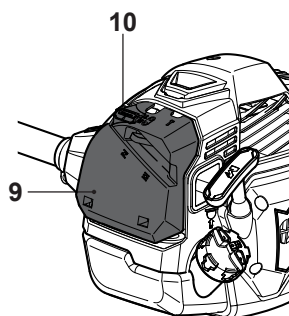

Fig. 36
- > Appuyez sur le loquet (10) et abaissez le couvercle [9] (Fig. 36, 37).